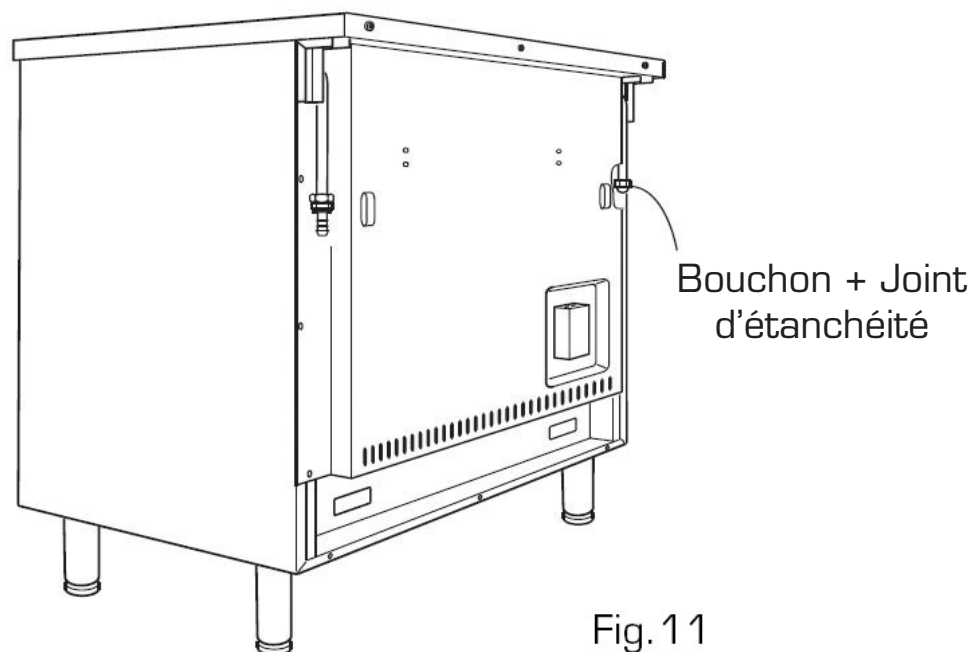

Fig. 11
- Le raccordement s'effectue à l'arrière de l'appareil, à gauche ou à droite (fig. 11), de façon à ce que le tuyau ne passe jamais derrière l'appareil.